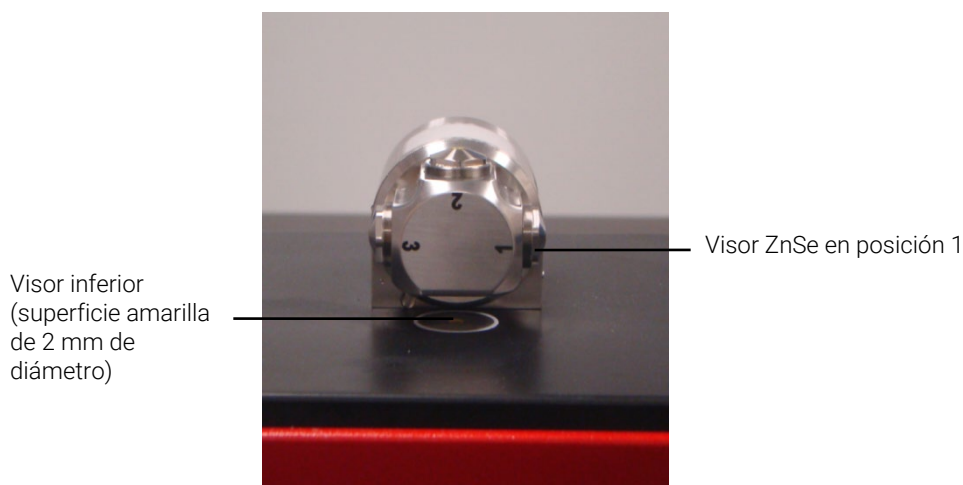

Figura 10.DialPath con el visor del accesorio hacia arriba
En el modo análisis de muestra, el DialPath se gira de forma tal que el visor óptico del accesorio apunte hacia abajo hacia el área de montaje de la muestra del FTIR serie 4500 con DialPath. En esta posición, la energía infrarroja pasa a través de la muestra y posibilita la medición. Asegúrese de girar el brazo del DialPath completamente alrededor hasta que llegue a la posición de bloqueo y quede enganchado en esa posición. Esta posición de bloqueo mantiene al accesorio fijo durante el análisis de la muestra (consulte la Figura 10).
- 4 Cierre el dispositivo, para ello gire el brazo hacia la derecha hasta que encaje en su lugar (consulte la Figura 10).